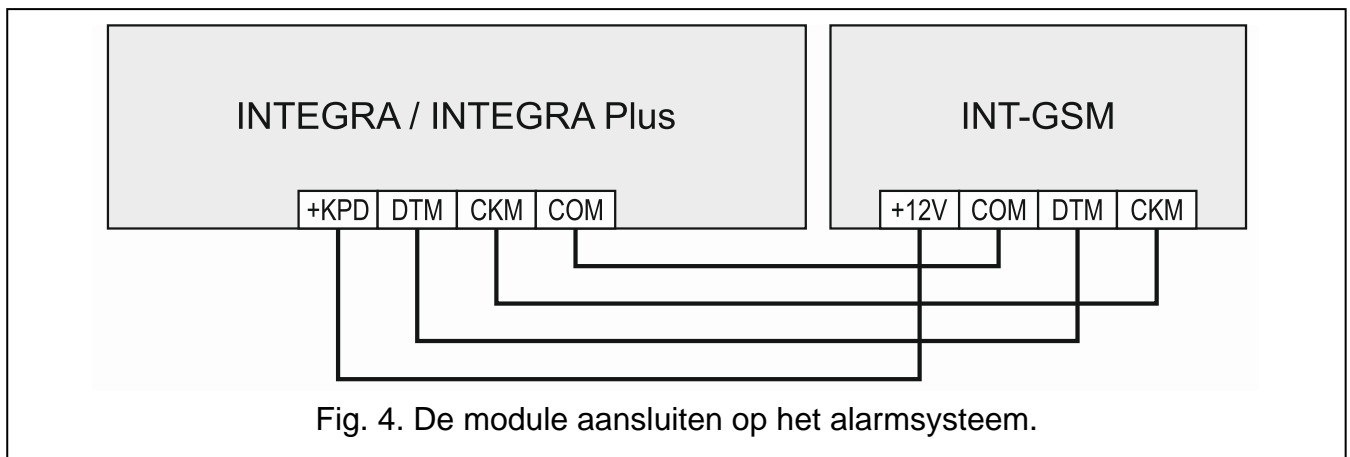

Fig. 4. De module aansluiten op het alarmsysteem.
1. Sluit de +12V, COM, DTM en CKM aan op de desbetreffende aansluitingen van het alarmsysteem (Fig. 4). Gebruik voor het aansluiten van de +12V en COM flexibele kabel met een doorsnede van 0,5-0,75 mm² of stugge kabel met een doorsnede van 1-2,5 mm². Als u toch het "twisted pair" type kabel gebruikt voor het aansluiten van de DTM en CKM, houd er dan rekening mee dat de CKM (clock) en DTM (data) signalen nooit door één twisted ader paar mogen lopen. Alle aders moeten in één kabel lopen.